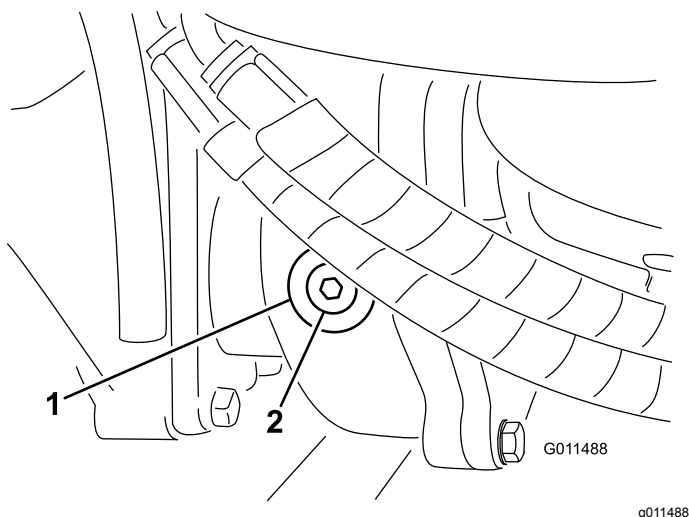

Figura 93
2. Retire o tampão de verificação/enchimento que se encontra na zona esquerda da caixa de engrenagens e certifique-se de que existe lubrificante até ao fundo do orifício (Figura 93).